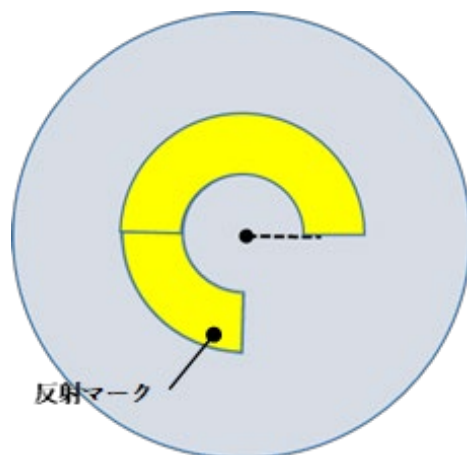

図 3
回転速度の上限は無限に拡大できるわけではありません。例えば図3のように、回転中心からの距離も短く（ $1/2r$ ）、反射マークも  $3/4$  周にわたって連続貼付した場合、①式から求められる回転速度は、約  $90,000\text{ r/min}$  以上にも達します。ただし、この速度は計測できません。